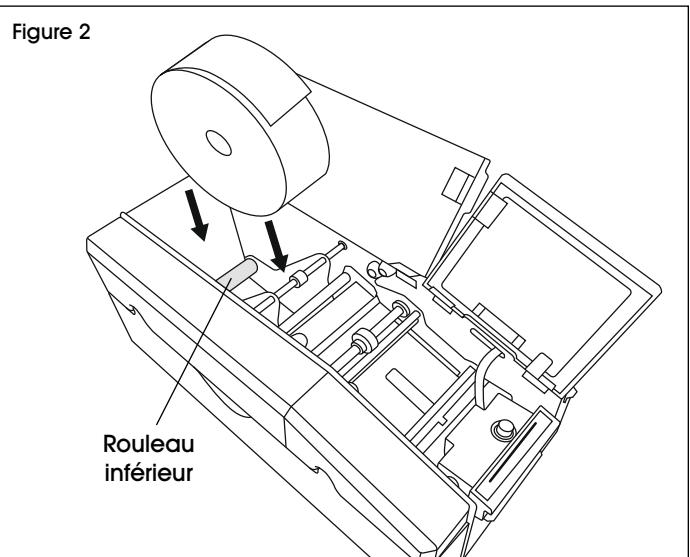

Figure 2
2. Insérez le rouleau de ruban sur les rouleaux inférieurs. (Voir Figure 2)